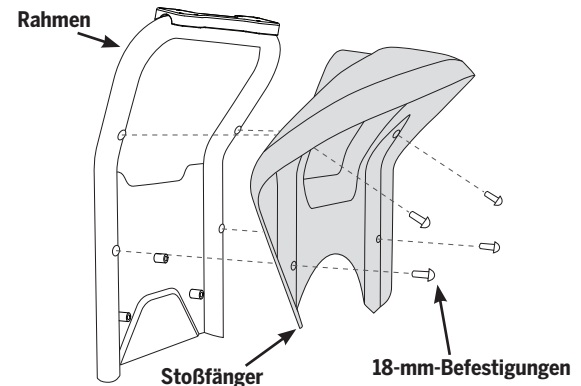

Abbildung 4. Montage des Kotflügels an der seitlichen x2 SE Rahmenhalterung
4. Um das Kotflügel-Schutzblech vom Kotflügel abzubauen, müssen Sie die vier 18-mm-Befestigungen mithilfe eines 4-mm-Innensechskantschlüssels lösen (siehe **Abbildung 4**).